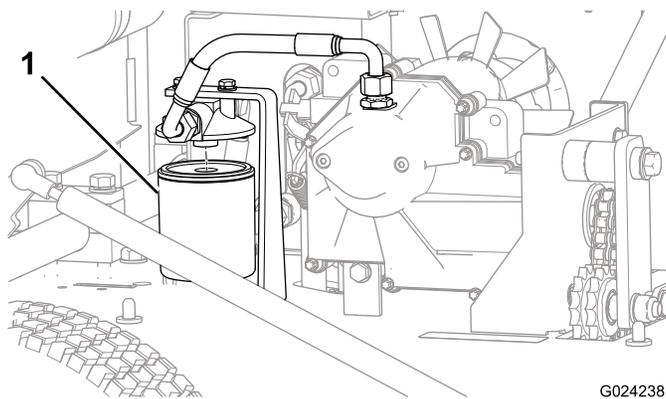

Figura 35
5. Coloque un recipiente debajo del filtro y retire el filtro (Figura 35).